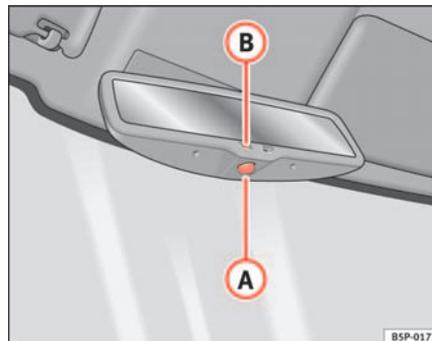

Fig. 89 Retrovisor interior con ajuste automático para posición antideslumbrante.
- Pulse la tecla **A** ⇒ fig. 89. El testigo de control **B** se apaga.
- Pulse la tecla **A** ⇒ fig. 89. El testigo de control se enciende.